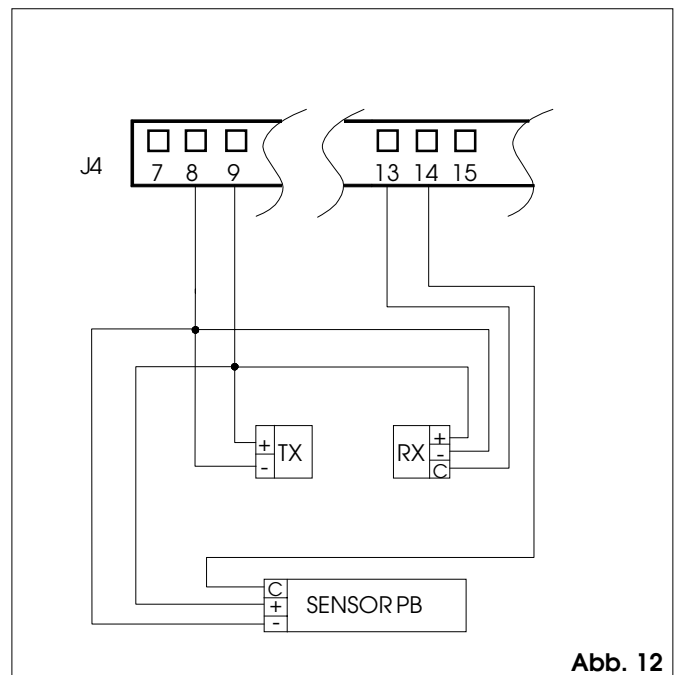

Abb. 12
- ① **Sicherung F1** 4AT/230Vac - 5x20
- ② **Stecker J1** Sekundärwicklung Transformator - Abb. 12
- ③ **Stecker J2** Schnellstecker des Wahlschalters Betriebsfunktionen Handbetrieb/Nacht, offen, Automatikbetrieb
- ④ **Stecker J3** Anschluss KP-Controller